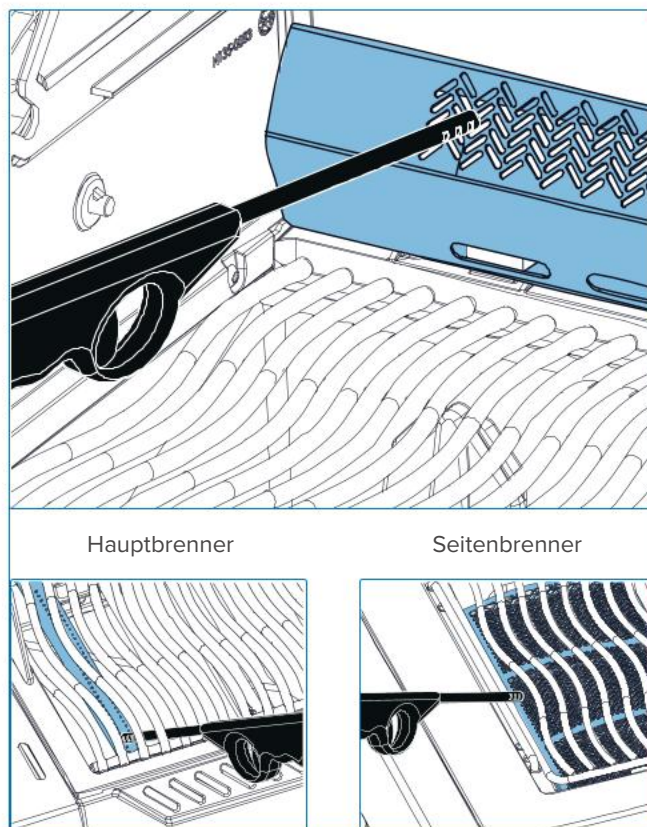

Abb. 8
- Drehen Sie den entsprechenden Brennerknopf gegen den Uhrzeigersinn in die HOCH-Position, bis er zündet (**Abb. 8**).